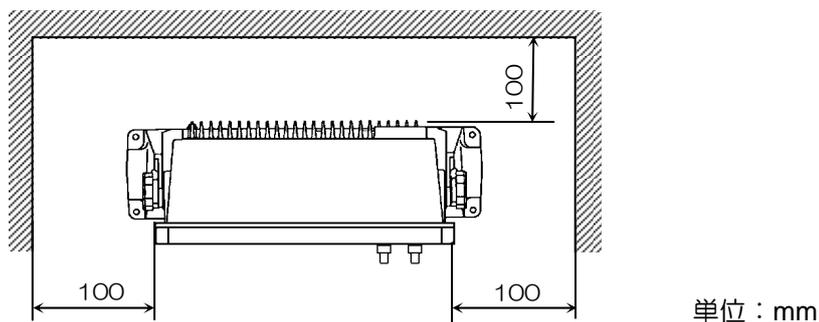

図 4.2 CVS-841 の保守空間
- (1) 送受信表示機本体を取付け架台に固定している 2 個のノブボルトを外してください。
- (2) 取付け架台から送受信表示機を外し、平らな安全な場所に置いてください。
- (3) 取付け架台を送受信表示機を設置する場所に置き、4 個の 5mm ネジで固定します。設置位置には十分な保守空間を確保してください。（図 4.2、図 4.4 参照）
- (4) 送受信表示機を取付け架台に取付け、(1) 項で外した 2 個のノブボルトで固定します。